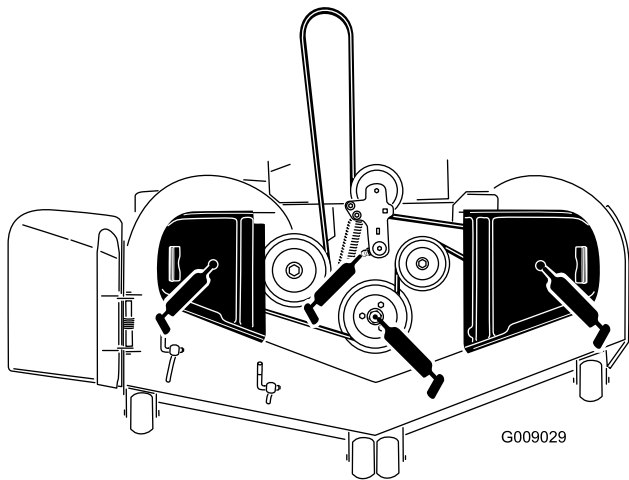

Figura 41
3. Engrase el pivote de la polea tensora de la carcasa de corte hasta que salga grasa por el extremo inferior (Figura 41).
4. Engrase los 3 cojinetes de los ejes hasta que salga grasa (Figura 41).
5. Engrase el brazo tensor de la correa de transmisión (Figura 41).